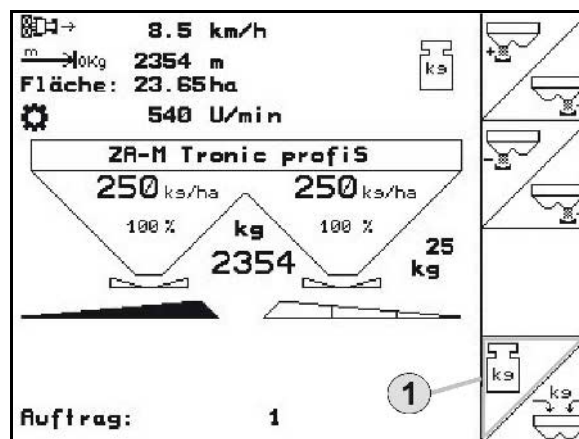

Fig. 63
- 2.1 Skru vingeskruen (Fig. 63/1) til fastgørelse af spredeskiven ud, og træk spredeskiven af drivakslen.
3. Hæng samlebeholderen (Fig. 63/2) i holderne (Fig. 63/4 og Fig. 63/5) på rammen ved hjælp af bøjlen (Fig. 63/3).